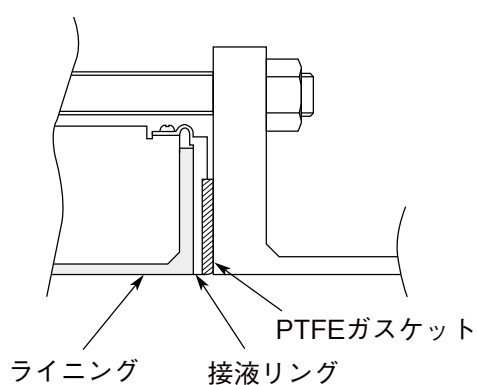

図2-11. 接液リングがSUS材質以外の場合
- 図2-11に示すように、取り付けてください。締め付けトルクは、2-6ページの表2-1に従ってください。